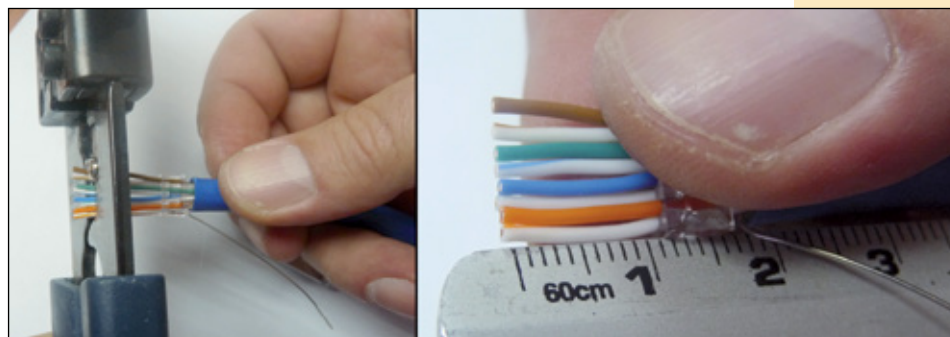

Figura 18
- 13 Efectué el corte según la medida tomada, tal como se muestra en la **Figura 18**.